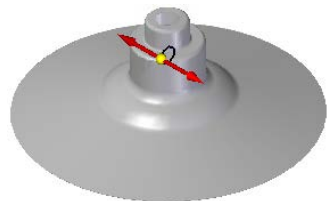
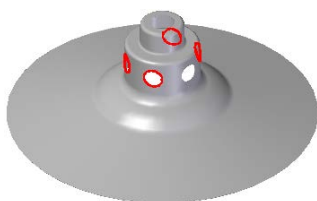

图 8.2.14 定义移除方向
图 8.2.15 阵列特征 1
(3) 定义法向除料特征属性。在命令条中单击“厚度剪切”按钮 和“全部穿透”按钮 ，并将移除方向调整至图 8.2.14 所示的方向。
(4) 单击 **完成** 按钮，完成特征的创建。
Step6. 创建图 8.2.15 所示的阵列特征 1。